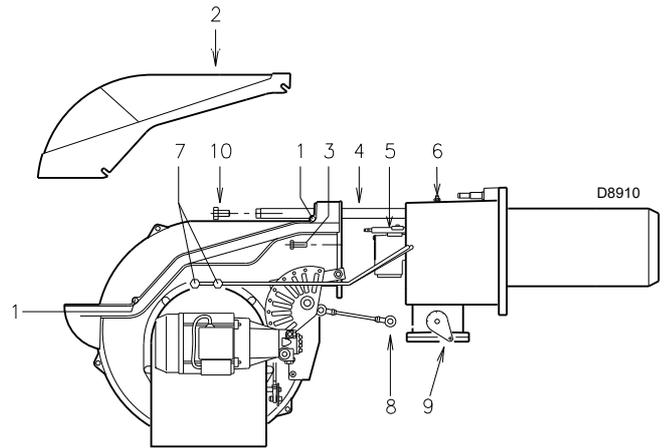

Fig. 45
- Desserrer les vis 1)(Fig. 45) et enlever le capot 2)(Fig. 45).
- Débrancher les tuyaux du fioul 7)(Fig. 45).
- Décrocher la rotule 8)(Fig. 45) du secteur gradué 9)(Fig. 45).
- Retirer les vis 10)(Fig. 45) des deux glissières 4)(Fig. 45).
- Démontez les deux rallonges des glissières 4)(Fig. 45).
- Remonter les vis 10)(Fig. 45) sur les rallonges.
- Retirer les vis 3)(Fig. 45) et faire reculer le brûleur sur les glissières 4) (Fig. 45) d'environ 100 mm.
On peut alors extraire la partie interne 5)(Fig. 45) après en avoir retiré la vis 6)(Fig. 45).
- Remettre le vis 3)(Fig. 45) et tirer délicatement vers l'extérieur les câbles de sonde et d'électrode, jusqu'à les mettre légèrement sous tension.
- Raccrocher la rotule 8)(Fig. 45) au secteur gradué 9)(Fig. 45).
- Rebrancher les tuyaux du fioul 7)(Fig. 45).
- Démontez les deux rallonges des glissières 4)(Fig. 45) et les replacer dans leur position d'origine.